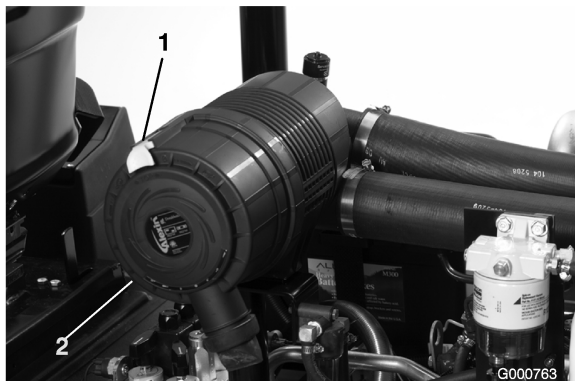

Figura 39
1. Tire hacia fuera del enganche y gire la tapa del limpiador de aire en el sentido contrario a las agujas del reloj (Figura 39).